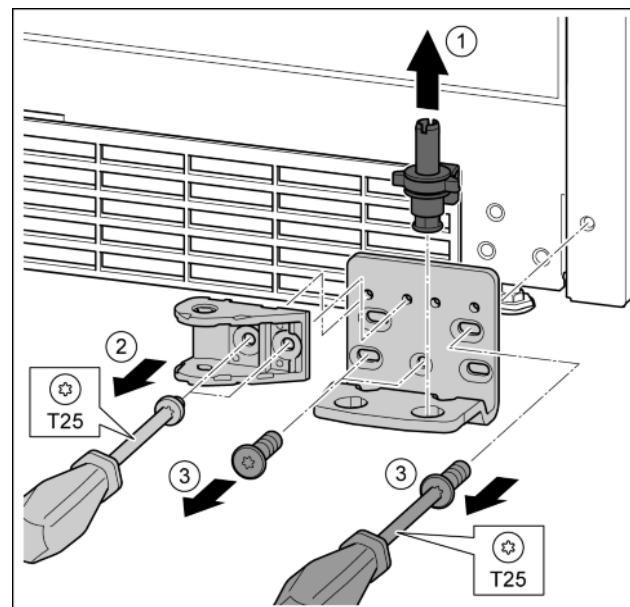

Fig. 33
- Опорный палец полностью извлечь движением вверх. Fig. 33 (1)
- Открутить винты отверткой T25 и снять соединительный элемент амортизатора закрывания дверей. Fig. 33 (2)
- Открутить винты отверткой T25 и снять опорный кронштейн. Fig. 33 (3)